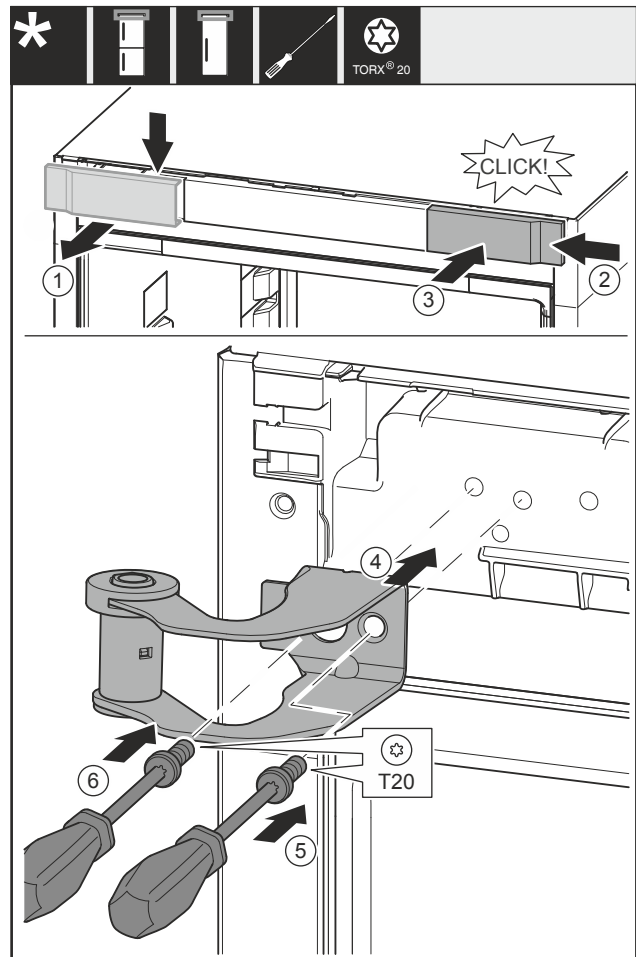

Fig. 23
- ▶ Abdeckung Fig. 23 (1) von oben nach vorne abnehmen.
- ▶ Abdeckung Fig. 23 (2) um 180° gedreht auf der anderen Seite von rechts einhängen.
- ▶ Abdeckung Fig. 23 (3) einrasten.
- ▶ Oberen Lagerbock Fig. 23 (4) ansetzen.
- ▶ Schraube Fig. 23 (5) festdrehen.
- ▶ Schraube Fig. 23 (6) festdrehen.